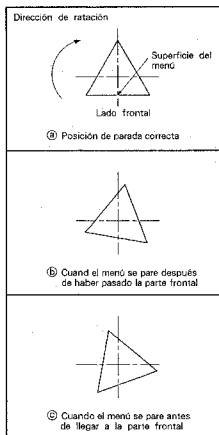

Fig. 7-4
- (5) Vuelva a girar el menú y apriete firmemente el tornillo A cuando el menú se pare dirigiendo sus superficies hacia la parte frontal. (Fig. 7-4 B)
- (6) Finalmente, gire el menú y compruebe si se para dirigiendo sus tres superficies hacia la parte frontal cada 120° de rotación.